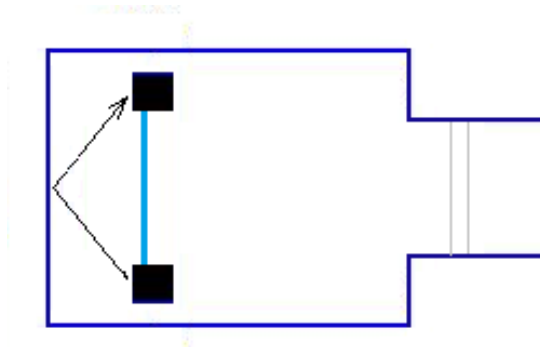

Рис. 7.11.1. Схема установки преобразователя на ОСО 32.006-2002 при проверке чувствительности по варианту BR1.
- установить ПЭП на ОСО 32.006-2002 согласно схеме на Рис. 7.11.1. и найти максимум эхосигнала от торца;